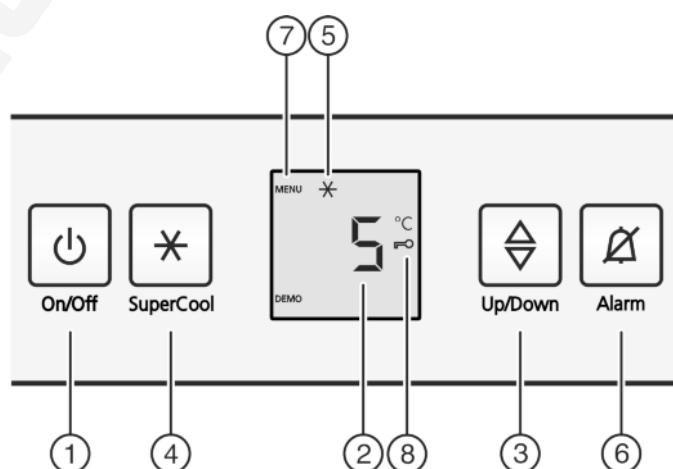

Fig. 2
- ▶ Nyomja meg az On/Off gombot *Fig. 2 (1)*.
- ▶ Nyomja meg a SuperCool *Fig. 2 (4)* gombot kb. 5 mp-re.
- ▷ A kijelzőn megjelenik a Menü ikon *Fig. 2 (7)*.
- ▶ A SuperCool *Fig. 2 (4)* gombbal röviden nyugtázza.
- ▷ A gyermekbiztosítás ikon *Fig. 2 (8)* világít a kijelzőn.
- ▶ Röviden nyomja meg az On/Off *Fig. 2 (1)* gombot.
- ▶ Nyomja meg a riasztás gombot *Fig. 2 (6)*.
- ▶ Hőmérsékletfunkció előhívása: Nyomja meg a beállítógombot *Fig. 2 (3)*.
- ▶ A hőmérsékletet 1 °C-os lépésekben változtathatja: Annyiszor nyomja meg a beállítógombot *Fig. 2 (3)*, amíg a kívánt hőmérséklet nem világít a hőmérsékletjelzőn.
- ▶ Nyomja meg röviden a SuperCool gombot Fig. 2 (4).
- ▷ A SuperCool ikon Fig. 2 (5) világít a kijelzőn.
- ▷ A SuperCool ikon Fig. 2 (5) kialszik a kijelzőn.